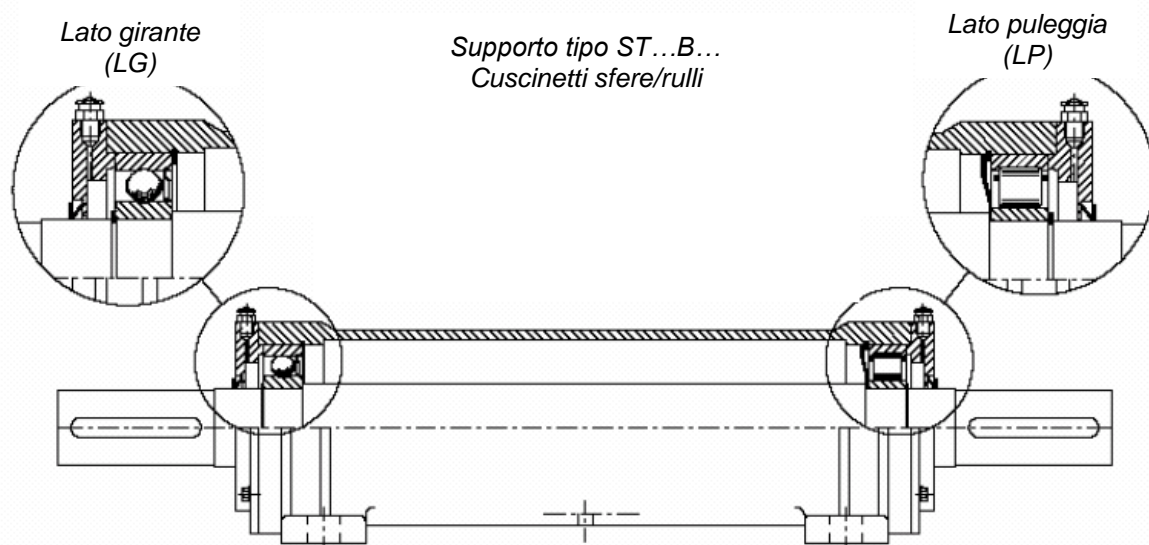

Figura 10-9 Supporto monoblocco ST...B... con cuscinetto radiale a sfere dal lato girante e a rulli dal lato trasmissione
- Supporto tipo ST...B... con cuscinetto rigido a rulli dal lato trasmissione (Figura 10-9). Il lato su cui si trova il cuscinetto a rulli ha una punzonatura CR sull'albero.
Fare attenzione al verso di montaggio del paragrasso (Figura 10-9 e Foto 60).